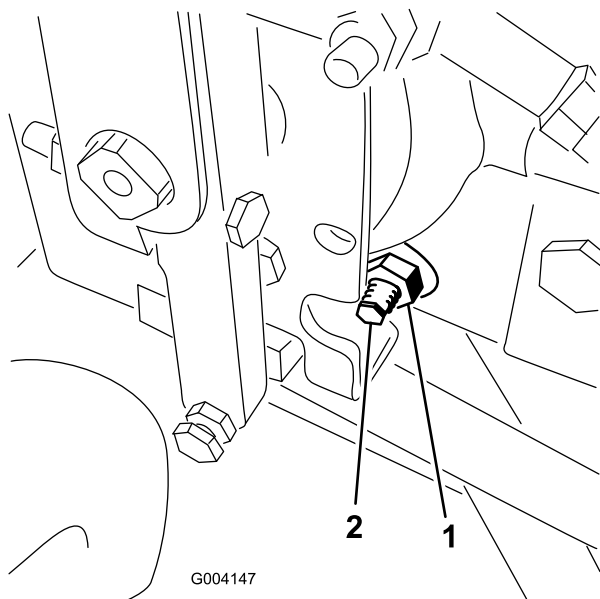

Bild 68
4. Lösen Sie rechts am Hydrostat die Sicherungsmutter an der Fahrtrieb-Einstellnocke (Bild 68).